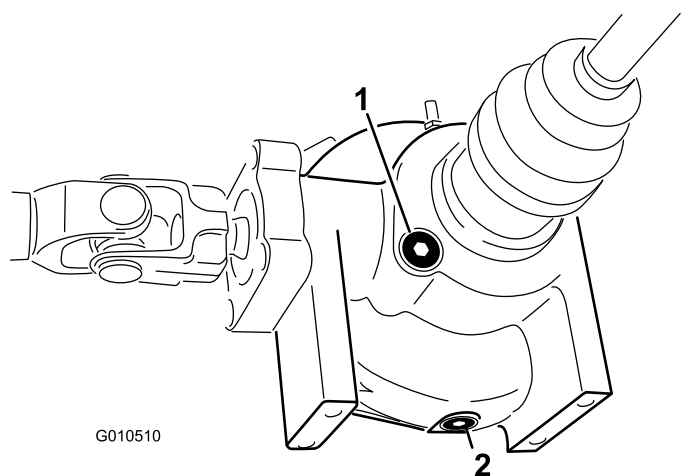

図 43
4. デファレンシャルの側面についている補給・点検プラグの周囲をきれいに拭く(図 43)。
4. デファレンシャル側面にあるドレンプラグの周辺をウェスできれいにぬぐう(図 43)。